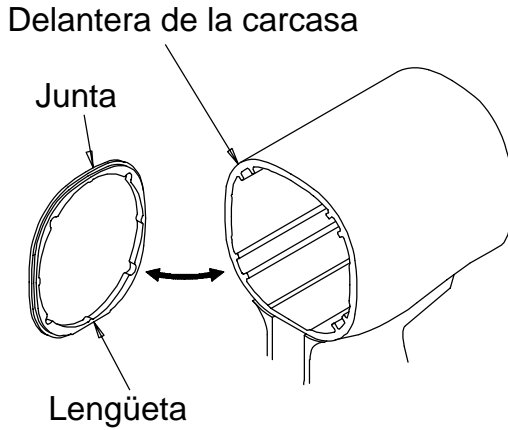

Figura 18
1. Sujete la carcasa (20) en un tornillo de banco con mordazas cubiertas de cuero, con el eje estriado del rotor en posición horizontal.
3. Ponga la junta de la caja de mazas (19) contra la superficie de la carcasa.
**NOTA:** Cerciórese de que la pequeña lengüeta que hay en la superficie exterior de la junta quede alineada con el centro del gatillo. Véase la figura 18.